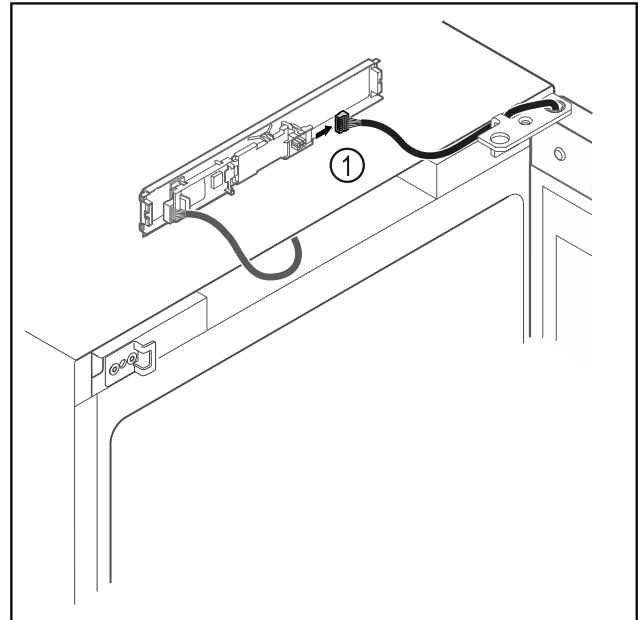

Fig. 6
- Stecker Fig. 6 (1) von Platine abstecken.